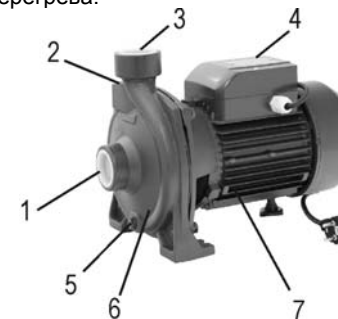

Рис. 2. Общий вид.
Электронасос состоит из следующих основных узлов (рис.2): центробежного одноступенчатого насоса (6), асинхронного двухполюсного электродвигателя (7) и блока подключения (4). Корпус насоса имеет входное отверстие (1), выходное отверстие (3), заливное (2) и сливное (5) отверстия. Охлаждение электродвигателя осуществляется воздушным потоком, создаваемым крыльчаткой, расположенной на валу электродвигателя. При работе электронасос с помощью вращающегося рабочего колеса всасывает воду из источника и нагнетает ее под давлением в напорную магистраль.